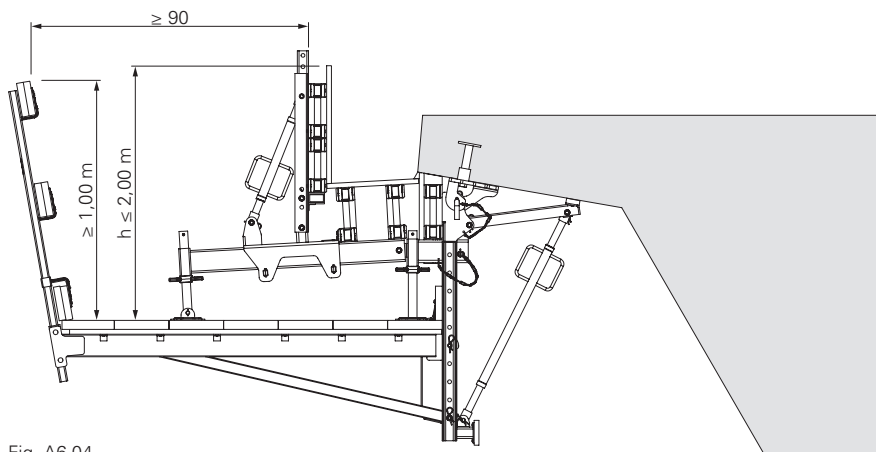

Fig. A6.04
- Realizzare l'impalcato di calpestio a seconda dell'altezza h e della campata conformemente a DIN 4420-1, Tabella 2. (Fig. A6.04)